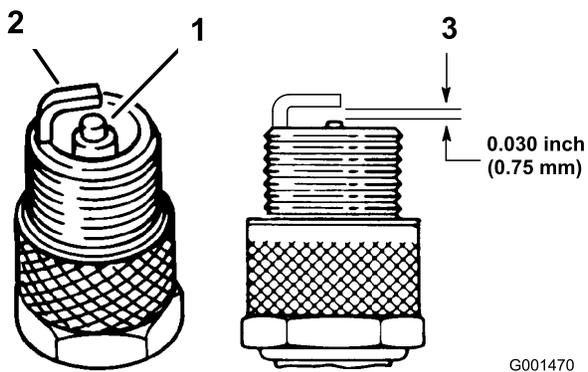

Figure 34
1. Examinez le centre des bougies (Figure 34).